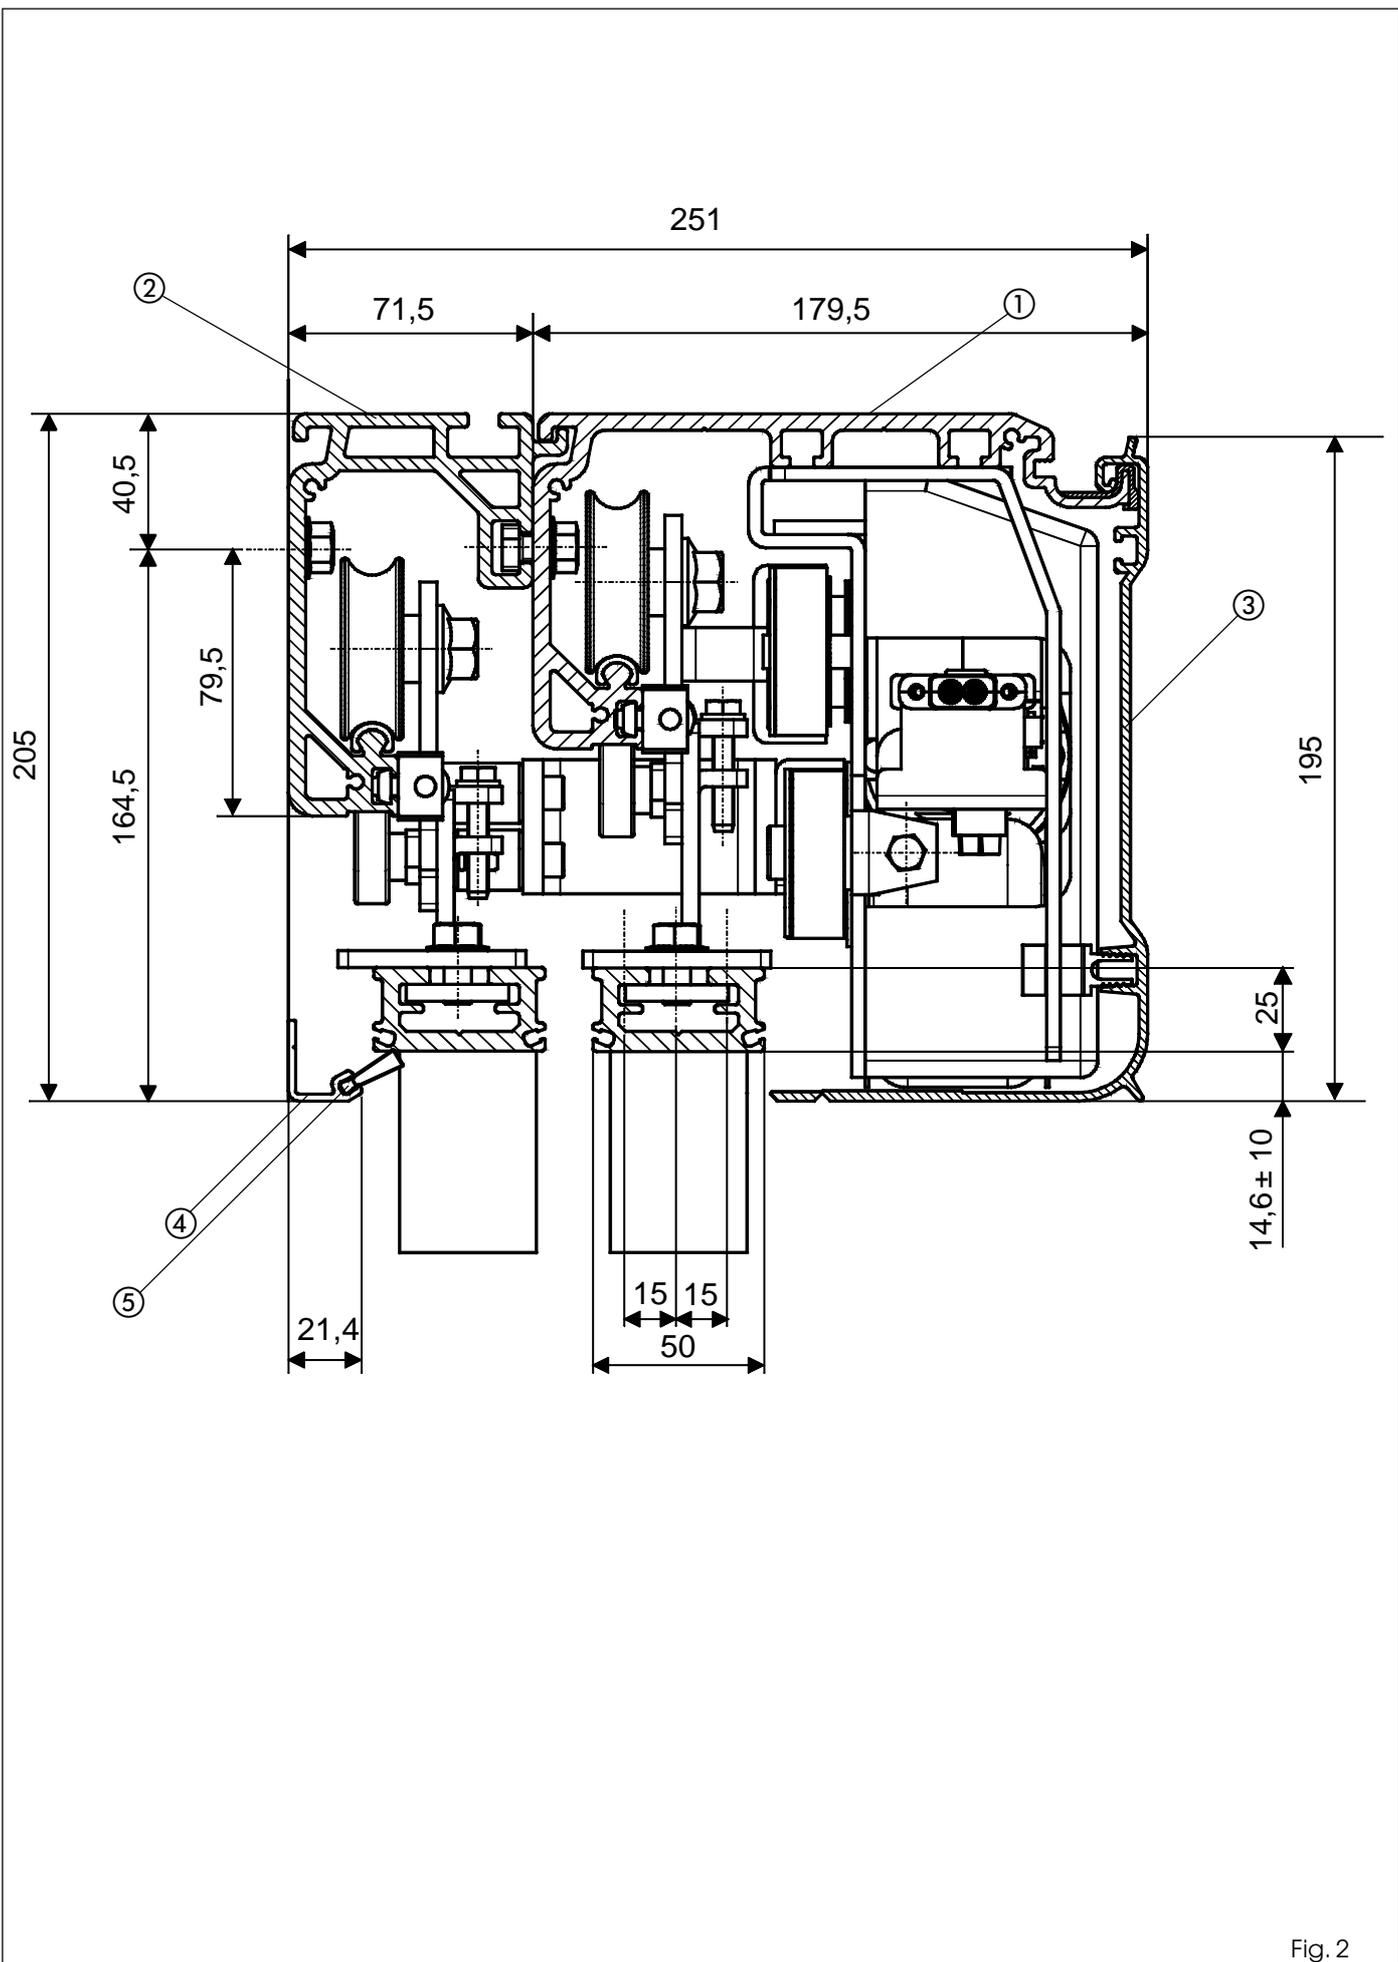
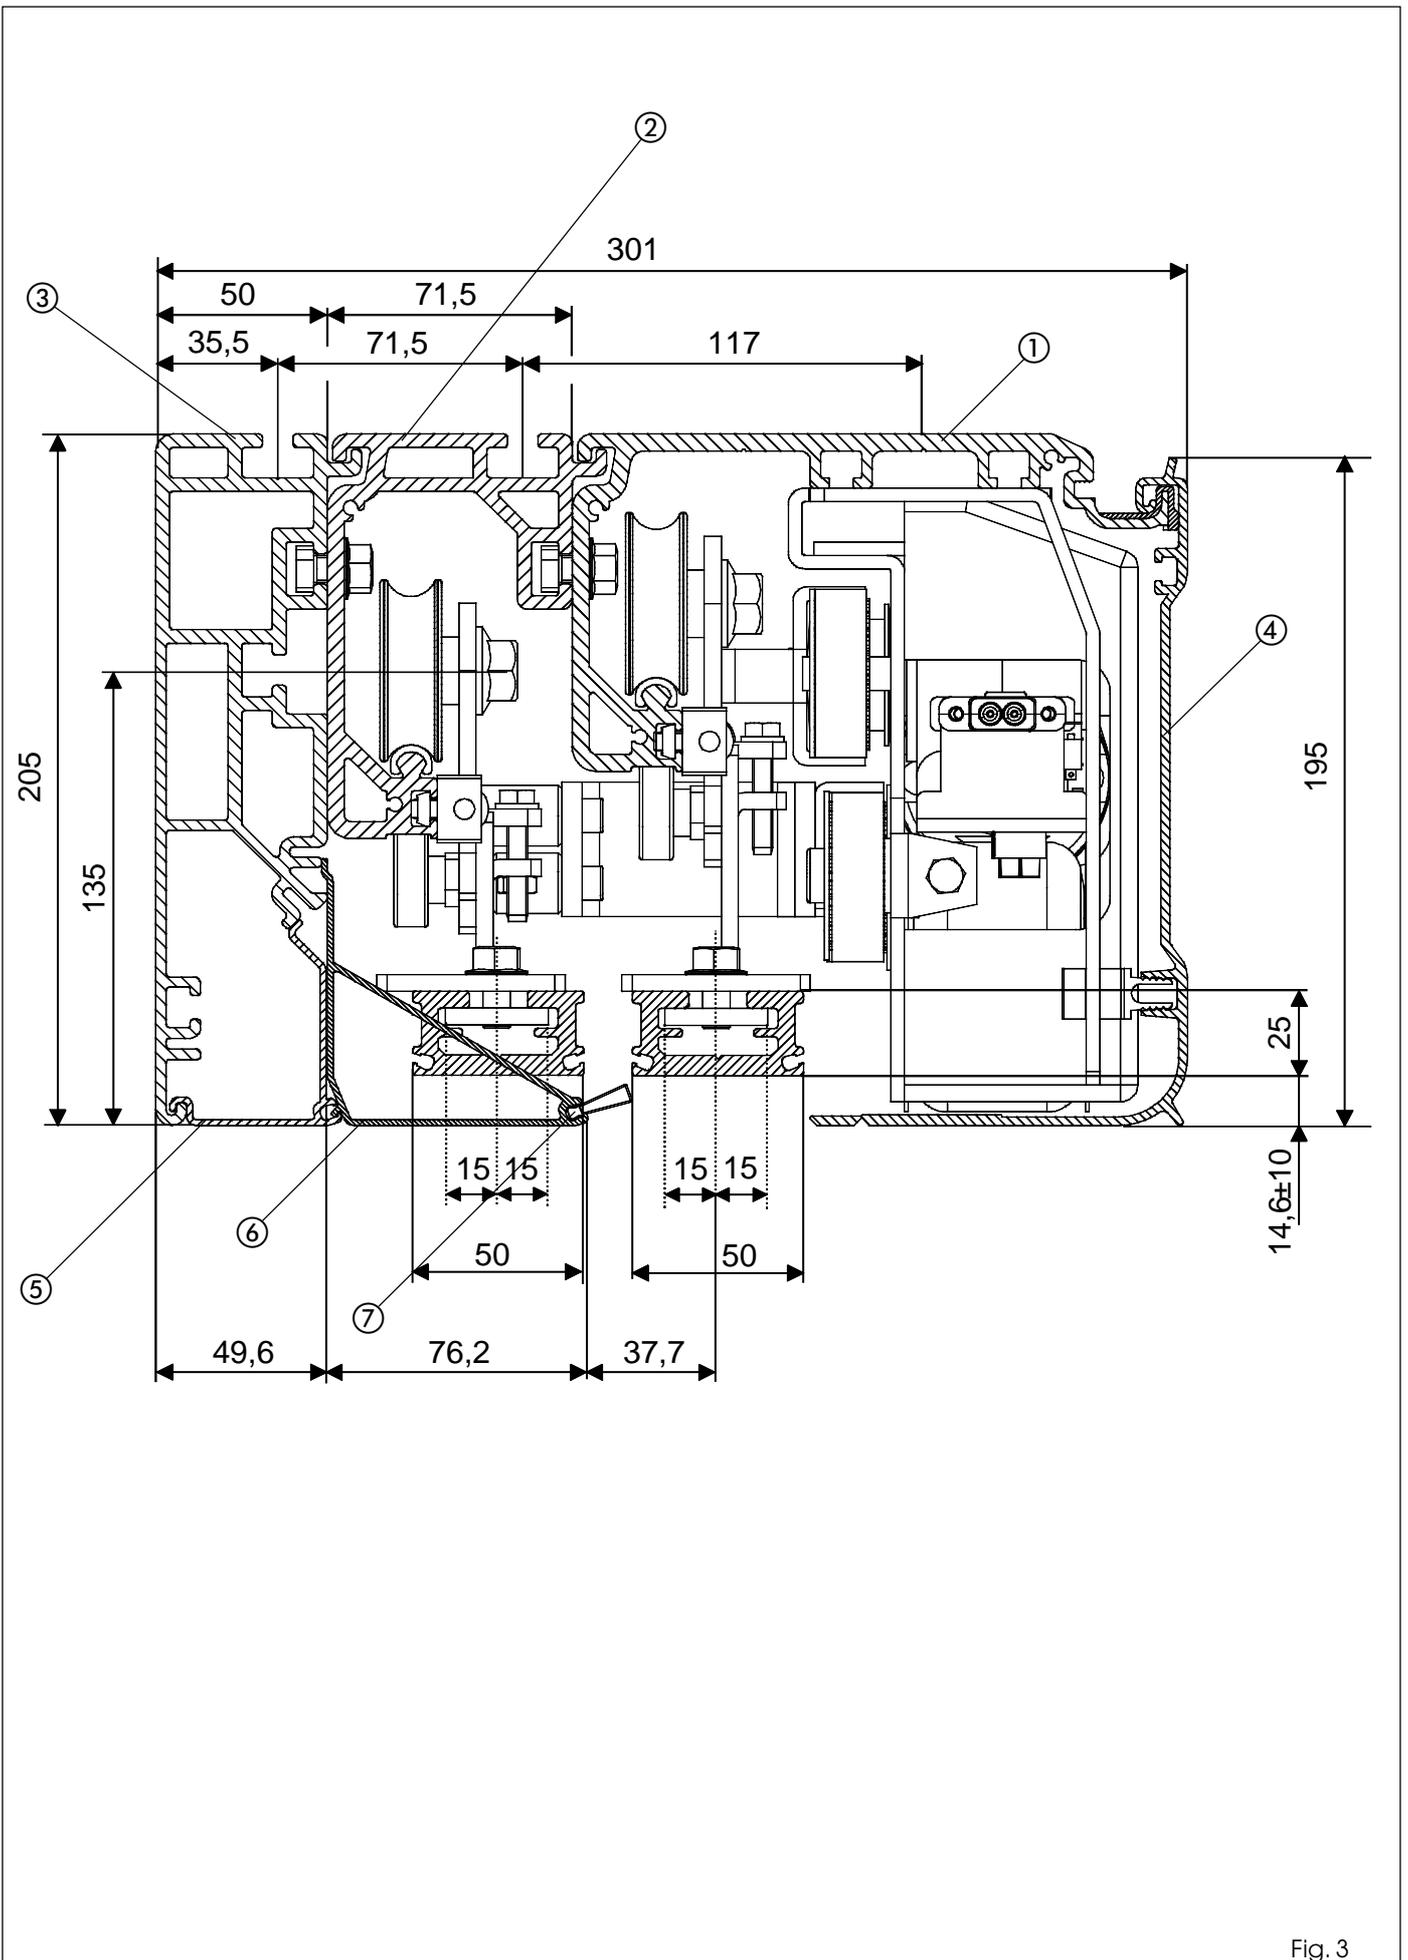

Fig. 2
Fig. 3
Perfil SM (fig. 2 y 3 ref. ①)
Perfil SMA (fig.3 ref. ③)
Cárter frontal (fig. 2 ref. ③ y fig. 3 ref. ④)
Perfil de cierre (fig. 2 ref. ④)
Perfil de cierre para autoportante (fig.3 ref. ⑤)
Perfil de cierre para telescópica (fig. 3 ref. ⑥)
Cepillo para perfiles de cierre (fig. 2 ref. ⑤ y fig. 3 ref. ⑦)